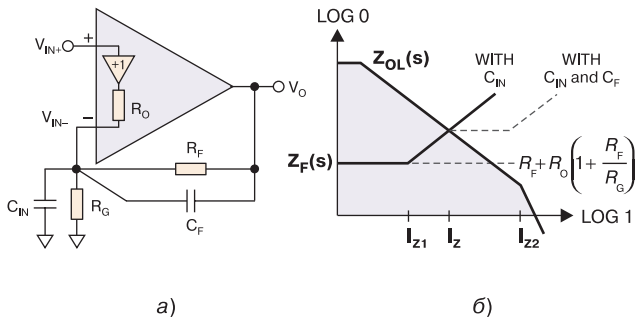

Рис. 5. Схема включения корректирующей емкости C_F в цепь ОС current-feedback ОУ (а) и диаграмма Боде (б), иллюстрирующая расположение нуля и полюса этой схемы
R_F стремится к бесконечности, то усилитель представляет собой интегратор, а полюс перемещается в область низких частот. Для поддержания устойчивой работы такого интегратора последовательно с емкостью C_F вводится небольшое сопротивление для ограничения коэффициента усиления цепи ОС в области высоких частот. В общем случае ввиду сложностей с обеспечением устойчивости включение емкости в цепь ОС current-feedback ОУ является нежелательным. Однако, введение шунтирующего конденсатора во входную цепь (вход V_{IN-} , рис. 5, а) позволяет ускорить включение цепи ОС, причем, если аналогичное включение емкости во входную цепь voltage-feedback ОУ приводит к потере его устойчивости, то current-feedback ОУ при таком включении ее сохраняет. Уравнение для цепи ОС такого ОУ имеет следующий вид:
Как следует из (11), положение нуля для схемы, приведенной на рис. 5, находится на частоте $1/[2\pi(R_F || R_G || R_O)C_{IN}]$. За счет низкоимпедансного входа включение емкости C_{IN} практически не приводит к потере устойчивости current-feedback ОУ. Если $R_F=750$ Ом, $R_G=750$ Ом, $C_{IN}=10$ пФ, то нуль в voltage-feedback ОУ находится на частоте 40 МГц, а для current-feedback ОУ с $R_O=40$ Ом – на частоте 400 МГц. Если принять полосу единичного усиления для обоих ОУ равной 500 МГц, то в цепь ОС voltage-feedback ОУ необходимо ввести корректирующий конденсатор для компенсации влияния C_{IN} , однако при этом уменьшается полоса входного сигнала этого усилителя. В current-feedback ОУ точки пересечения находятся на незначительном расстоянии от нулевого полюса и корректирующую емкость включают, если необходимо повысить равномерность АЧХ, причем величина этой емкости минимальна. Для обеспечения запаса по фазе 45° корректирующая емкость C_F выбирается из условия, при котором полюс должен быть расположен в точке пересечения Z_F и Z_{OL} , как это показано на рис. 5, б.